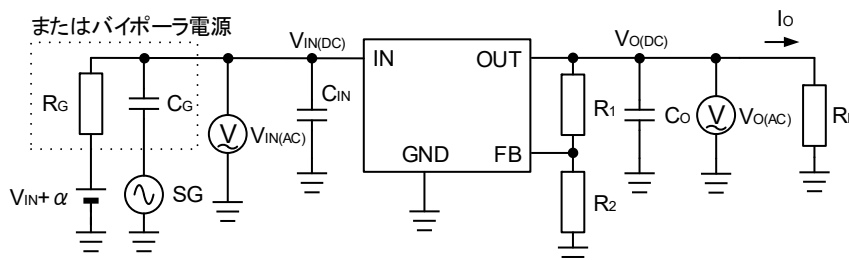

Figure 12 リップル除去比の測定回路
リップル除去比の測定回路を Figure 12 に示します。IC の入力に信号発生器でリップル電圧を供給しますが、DC 電源の出力インピーダンスが低いので、そのままでは信号が IC の入力ラインへ注入できないため DC 電源の出力に 10Ω 程度の抵抗 RG を挿入しインピーダンスを上げます。この抵抗により電圧降下が発生するので IC の入力端で規定の電圧になるように DC 電源の電圧を補正する必要があります。信号発生器は DC 印加による入力抵抗の損傷を防止するためコンデンサカップリングでリップル信号(正弦波)を注入します。このように DC にリップル信号を重畳させる回路の代わりにバイポーラ電源を使用すると簡単に構成できます。信号発生器で注入したリップル電圧 VIN(AC) と出力で観測されたリップル電圧 VO(AC) の比がリップル除去比になります。